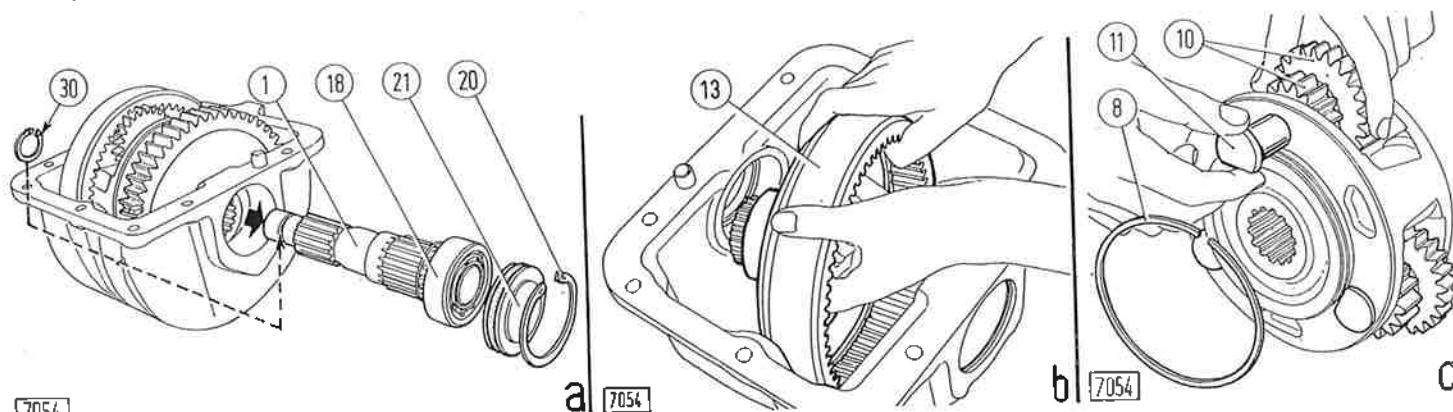

Fig. 90 - Désassemblage du réducteur supplémentaire.
— l'arbre d'entraînement (1) s'enlève après dépose des deux circlips (20 et 30) en frappant dans le sens indiqué par la flèche sur la fig. 90, a;